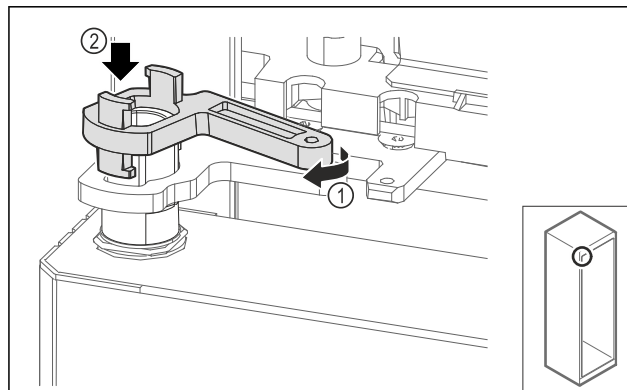

Fig. 66
- ▶ Grieziet mazliet gultņa balsta fiksatoru Fig. 66 (1) un uzlieciet uz čaulas Fig. 66 (2).